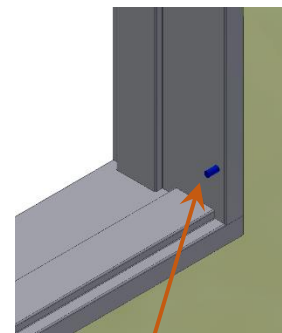

Figura 3: Peg sobre ambos lados.
- Retirar las clavijas, que se encuentra en el extremo inferior de los lados verticales. Utilice un tornillo de banco agarre y torsión / acción de flexión. (Figura 3)